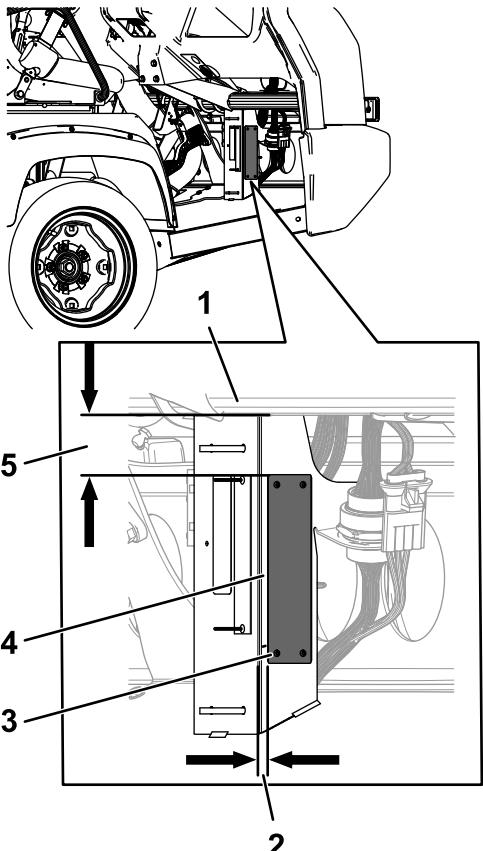

图 8
- 用 4 个弹伸铆钉 (3 x 10mm) 将序列号牌安装到图 8 所示的位置。